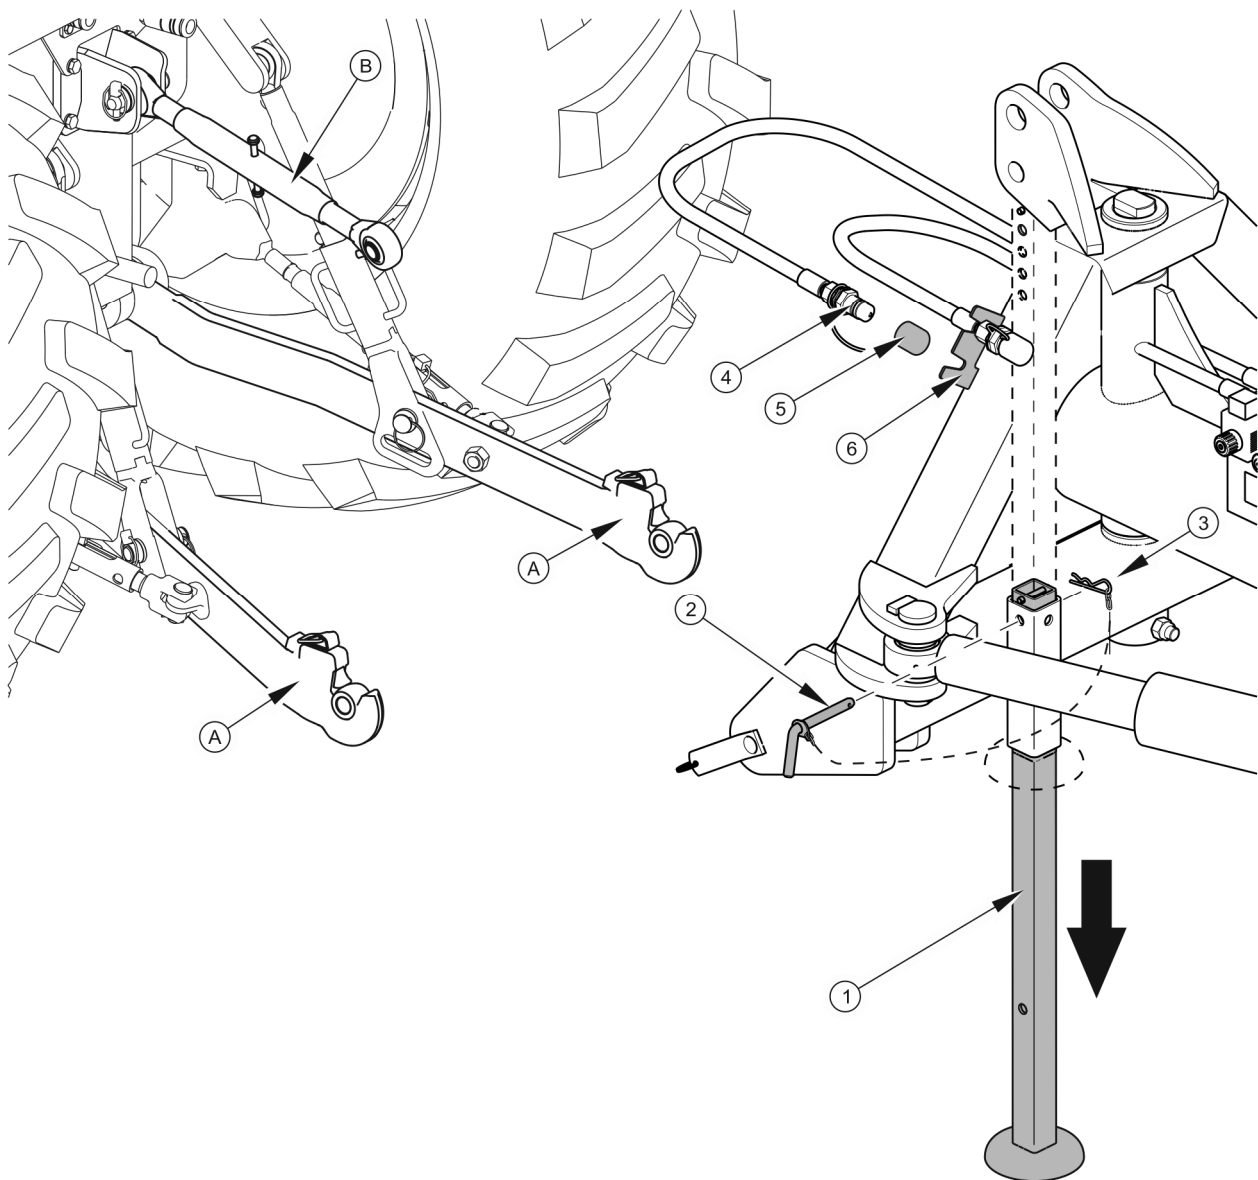

РИСУНОК 4.6 Опускання паркувальної опори
- при піднятому грейдері розблокувати захисний шплінт (3) і вийняти тримач (2) - (РИСУНОК 4.6),
- опустити опору (1), зафіксувати тримач (2) і закріпити захисним шплінтом (3),
- від'єднати штекери (4) гідравлічних шлангів і кабель електричної системи з 3-контактним штекером,
- закріпити штекери (4) заглушками (5) і вставити в кронштейн (6),